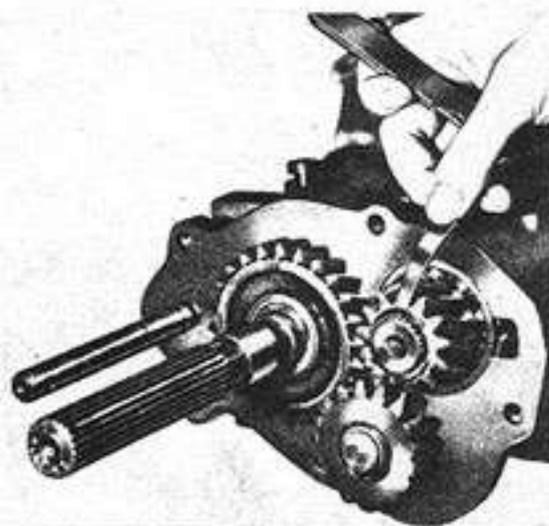

Fig. 28 - Verificación del juego entre el anillo de retención y el engranaje
- 21.1. Verificar el juego entre el anillo de retención y el engranaje (ver Especificaciones) (Fig. 28).